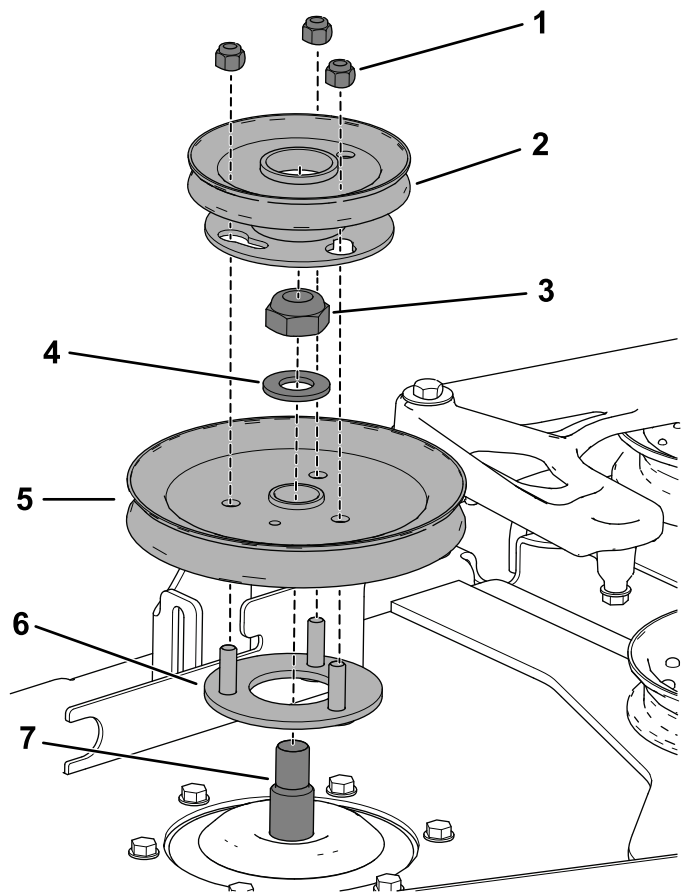

図 31
- A. プーリマウントのスタッドを、デッキプーリの穴に通す 図 31。
- B. 先ほど外したロックナット $\frac{3}{4}$ "とワッシャで、デッキプーリをスピンドルシャフトに固定する 図 31。
- D. ねじ山付きのスタッドにブローのプーリを取り付け、ロックナットで仮止めする 図 31。